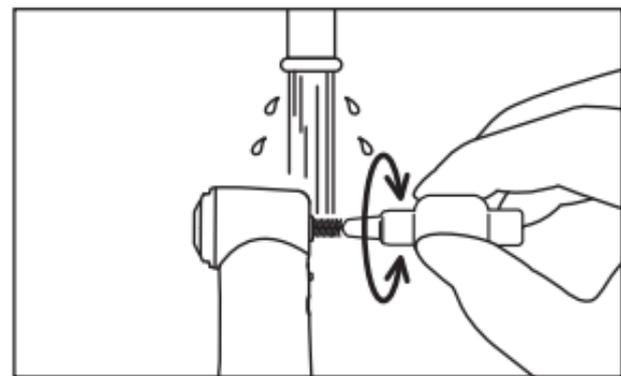

Fig. 17
- 2) Nettoyez l'intérieur de l'orifice d'insertion de la fraise/du foret pendant 15 secondes ou plus à l'aide d'une brosse interdentaire (épaisseur de fil de 0,7 mm) conforme à la taille 4 selon la norme ISO 16409. (Fig. 17)